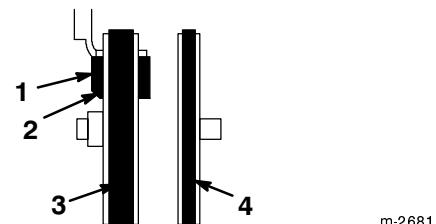

Figure 19
- 15.** Vérifiez que le patin de frein est monté correctement sur le bras de frein. Positionnez le pan coupé du patin de la manière indiquée dans la Figure 19.
12. Vérifiez que le patin de frein est monté correctement sur le bras de frein. Positionnez le pan coupé du patin de la manière indiquée dans la Figure 19.